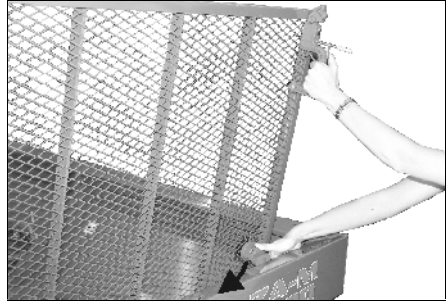

Fig. 18
- Vor dem Schließen des Schutzgitters Arretierung herunterdrücken (Fig. 18).